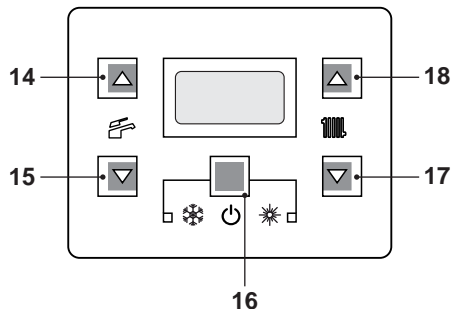
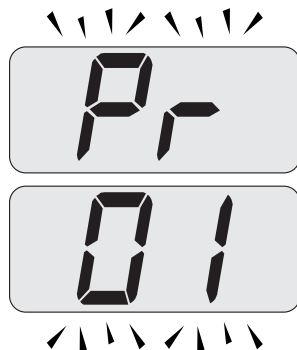
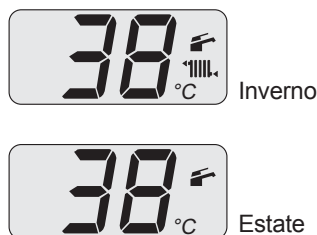

Figura 9.14
Figura 9.15
Figura 9.19
- Entrare in "modalità programmazione" premendo contemporaneamente per 10 secondi i tasti 16- 17- 18 (Figura 9.14) fino a far apparire sul display LCD le lettere **Pr** che si alternano con il codice **01**, indicanti l'entrata nel "parametro 01" (Figura 9.15).
- Premere contemporaneamente i tasti 17 e 18 (Figura 9.14) fino a far apparire sul display LCD le lettere **LP** che si alternano con il valore di temperatura dell'acqua di riscaldamento (es. **45**), indicanti l'entrata nell'attivazione della "funzione spazzacamino" alla potenza minima (Figura 9.16).
- Ripremendo contemporaneamente per 10 secondi i tasti 16- 17- 18 (Figura 9.14) si esce dalla "modalità spazzacamino" e si ritorna allo stato di caldaia precedentemente impostato (Figura 9.19).